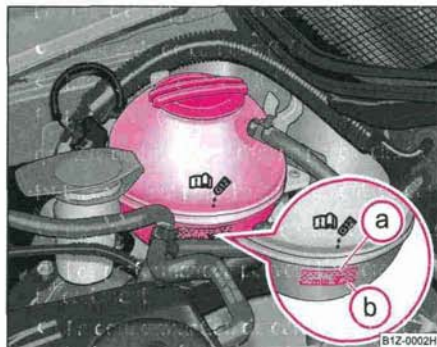

Fig. 189 Compartiment moteur: Vase d'expansion du liquide de refroidissement
- Contrôlez le niveau dans le vase d'expansion de liquide de refroidissement ⇒ fig. 189. Le moteur étant froid, le niveau du liquide de refroidissement doit se trouver entre les marques (b) (MIN) et (a) (MAX). Il peut légèrement dépasser la marque (a) (MAX) si le moteur est chaud.
- Mettez un chiffon sur le bouchon du vase d'expansion du liquide de refroidissement ⇒ page 252, fig. 189 et desserrez **prudemment** le bouchon en le faisant tourner à gauche ⇒ .